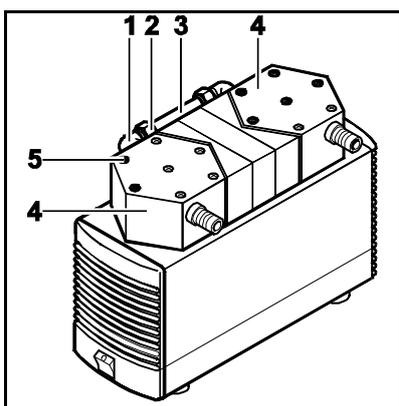

Fig. 7 : Démontez la tête de pompe
3. Enlever les vis extérieures (fig. 7/5) des têtes de pompe.